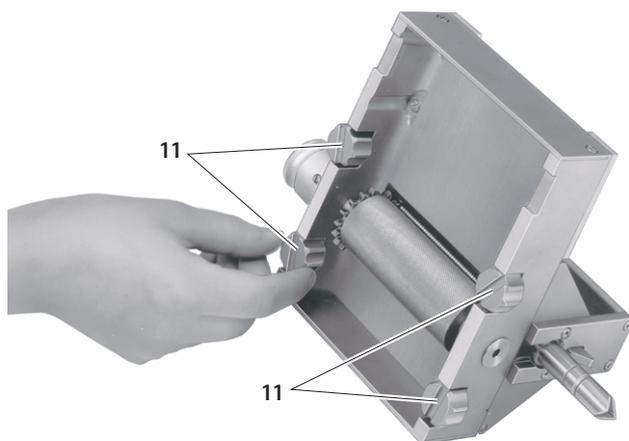

Abb. 1
- ▶ Schneidgerät 4 umdrehen, so dass die vier Schrauben 11 sichtbar werden, siehe Abb. 1.